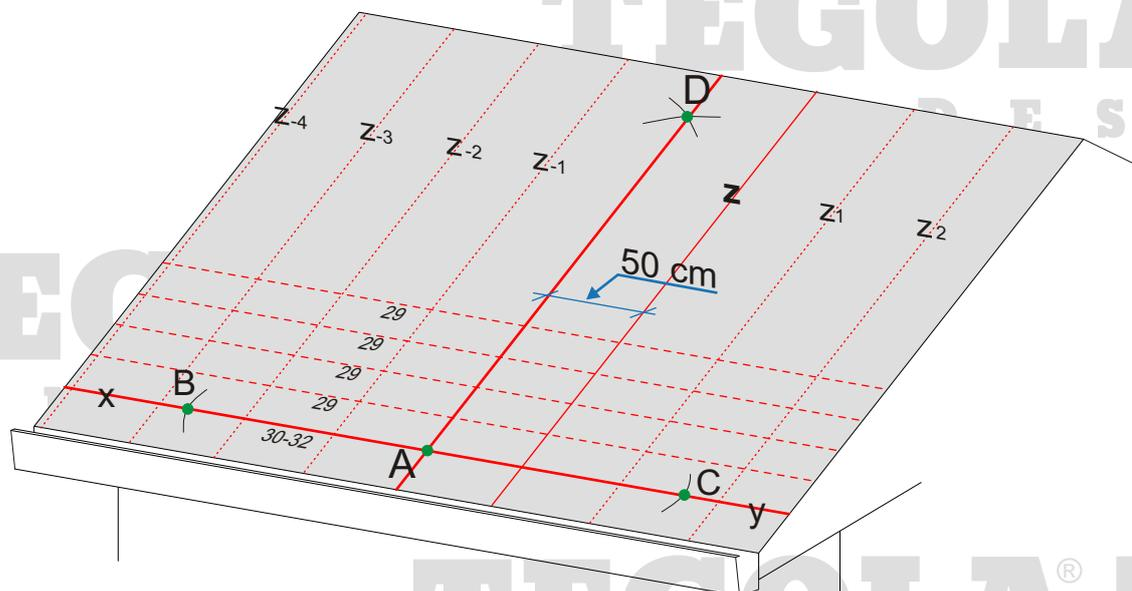

Abb. 1 - Abschnürung des Daches
- Ausgehend von der Linie xy horizontale und dazu parallele Linien, jeweils im Abstand von 29 cm bis zum First ziehen; (Abb.1)